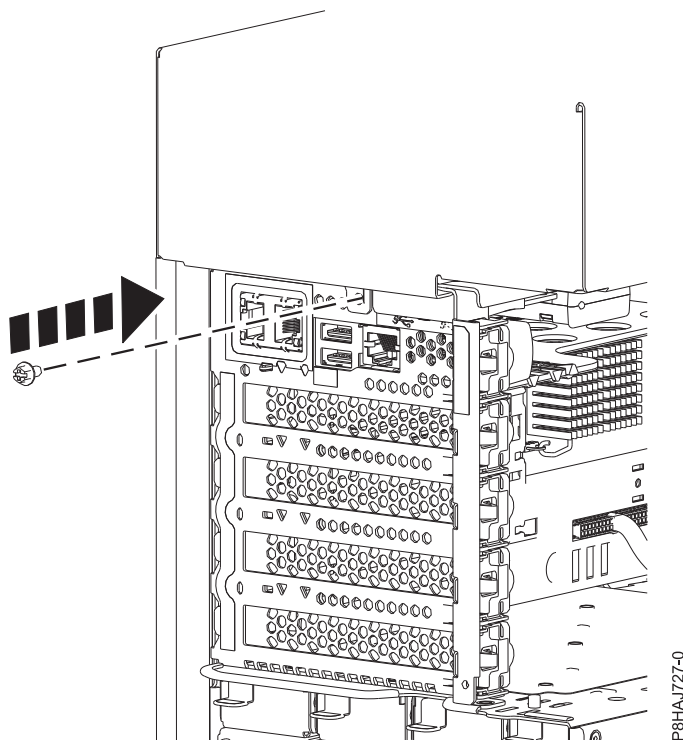

Figura 38. Instalando o parafuso da tampa lateral 8286-41A
5. Instale o parafuso traseiro da tampa lateral com uma chave de fenda Phillips, conforme mostrado em Figura 38 na página 52.